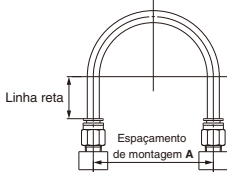

Figura 1 Tubulação recomendada
1. Ao conectar a tubulação à conexão instantânea, use o comprimento do tubo com margem suficiente de acordo com as condições de tubulação mostradas na Figura 1.